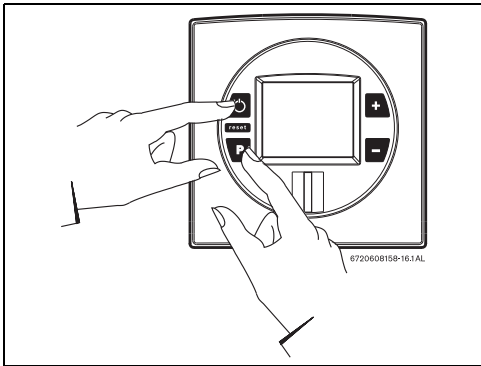

Fig. 37 Modo de ajuste del gas
- ▶ Mantener pulsada la tecla de programación y pulsar el interruptor principal ON/OFF para conectar el aparato (Fig.37).